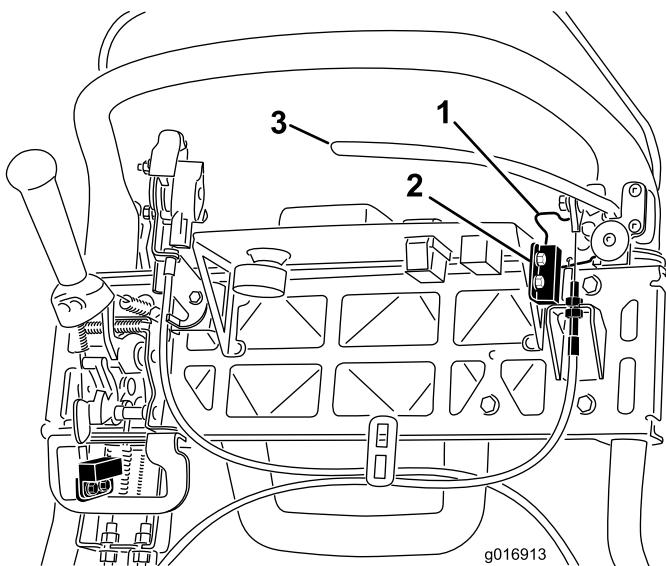

図 39
4. インタロックスイッチを固定しているねじをゆるめる（図 39）。
5. 駐車ブレーキのラッチとインターロックスイッチとの間に厚さ 1.6 mmのすきまゲージをはさむ（図 39）。